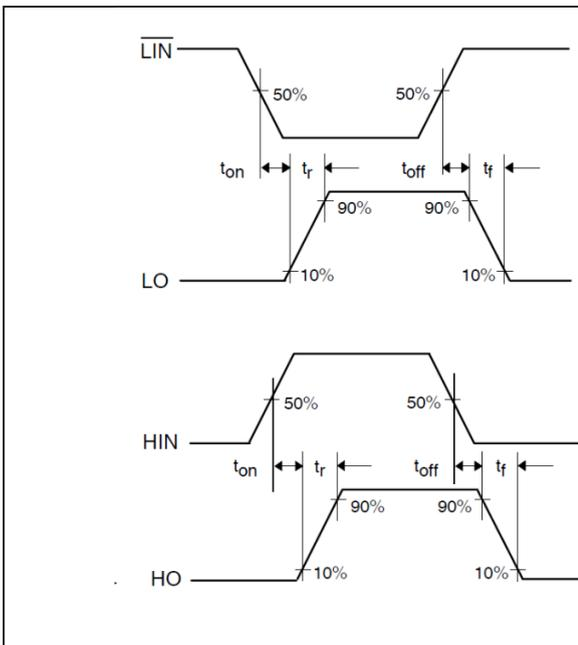
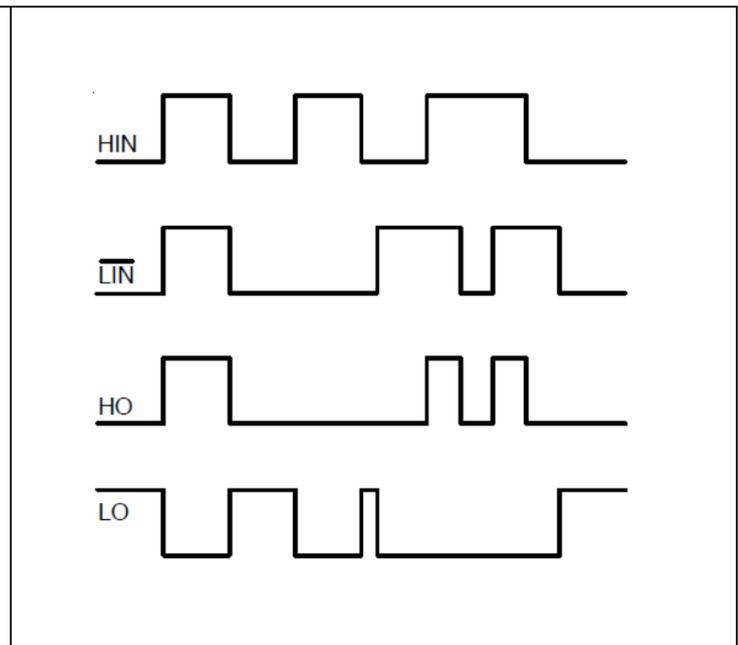

Figure 6 Switching timing diagram
Figure 7 Input/output logic diagram
2ED2108 (4) S06F (J)的输入和输出信号之间的关系如下图6和 图 7 所示。从这些图中，我们可以看到与该器件相关的几个时序参数（即 $t_{ON}$ 、 $t_{OFF}$ 、 $t_R$ 和 $t_F$ ）的定义。